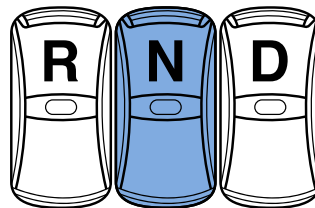

Figure 5 - Sélecteur de vitesse
3. Mettez le véhicule au point mort (neutre) en appuyant sur le commutateur «N» (**Figure 5**).